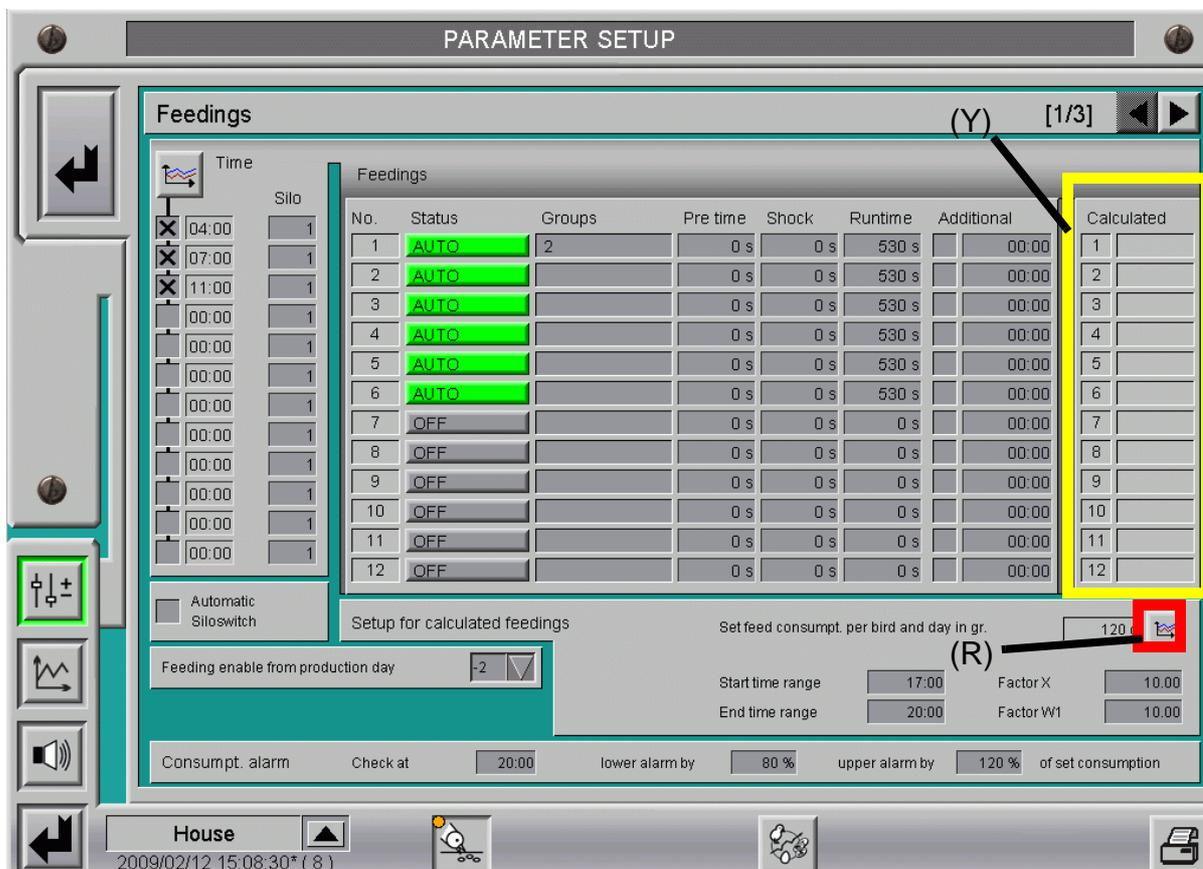

Ilustración 3-13: Ajuste para la última alimentación calculada automáticamente
En el área marcada en amarillo (Y) de la ilustración 3-13, se muestra la tabla "Calculados", donde el ordenador entra el último tiempo de alimentación calculado para cada grupo. Estos tiempos no son modificables, dado que se trata de valores automáticos calculados por el ordenador.
Para ajustar el pienso teórico deseado en la nave, tal y como lo muestra la ilustración 3-13, se debe hacer clic en el botón con el símbolo de curva, marcado en rojo (R).